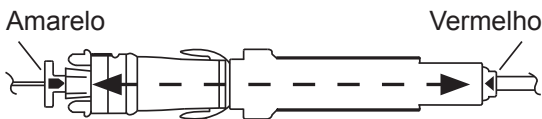

Figura 3: Alinhamento do aplicador na sonda
- Faça avançar o Aplicador para alinhar o Indicador Amarelo (D) com a seta vermelha da sonda de biopsia. Consulte a Figura 3.